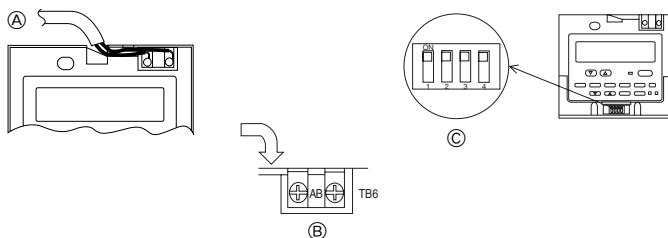

Fig. 6-4
② Vite per legno
2) Procedure di collegamento (Fig. 6-4)
① Collegare il cavo del telecomando al blocco terminale.